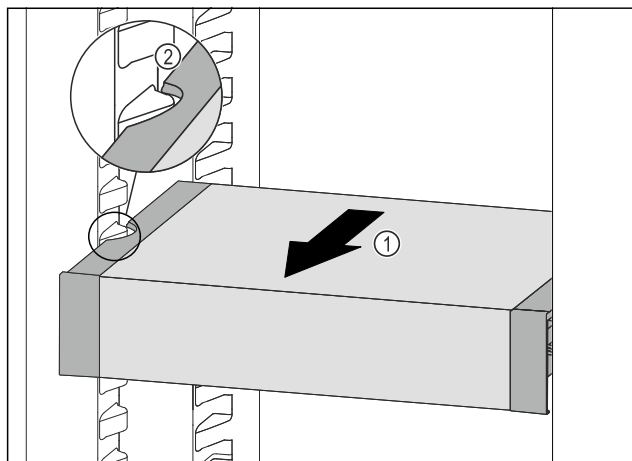

Fig. 95
- ▶ Вытягивайте VarioSafe вперед Fig. 95 (1), пока боковые выемки VarioSafe не окажутся на высоте выступа резервуара в холодильном отделении. Fig. 95 (2)